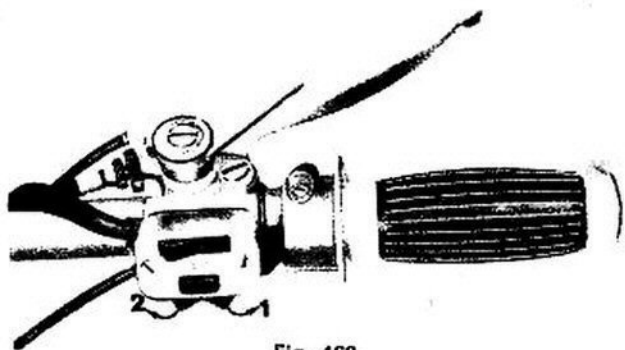

Fig. 162
- «A» inserite; per comandare i lampeggiatori destri e sinistri occorre azionare la leva del commutatore in posizione «1» e «2» (vedere fig. 162);
(vedere fig. 162)